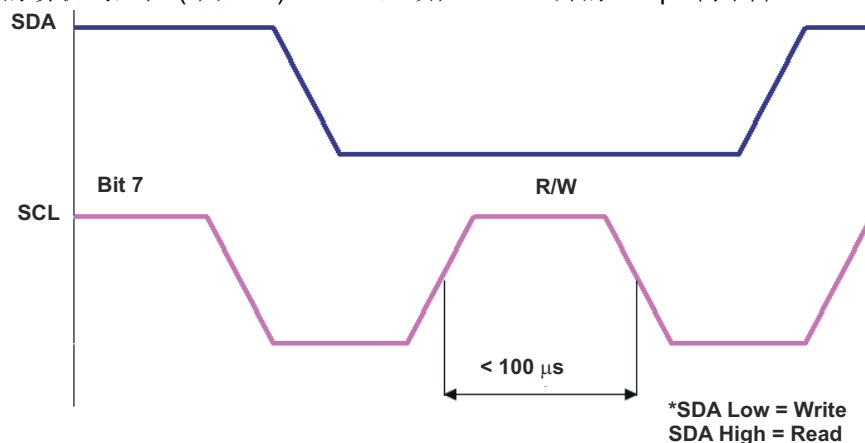

图 5-5. 读取/写入位要求
- 从器件地址命令的读取/写入位 (图 5-5) : SCL 必须在 SCL 上升的 100 μ s 内下降。